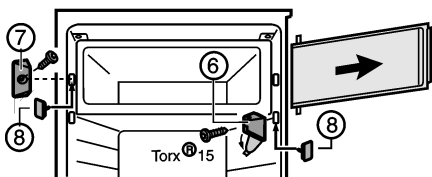

Fig. 2
- ▶ Afdekking aan lagerbus Fig. 2 (6) wegklappen.
- ▶ Lagerbus Fig. 2 (6) met de vakdeur losdraaien.
- ▶ Sluitstuk Fig. 2 (7) losdraaien.
- ▶ De vrij geworden gaten met de meegeleverde stoppen Fig. 2 (8) sluiten.